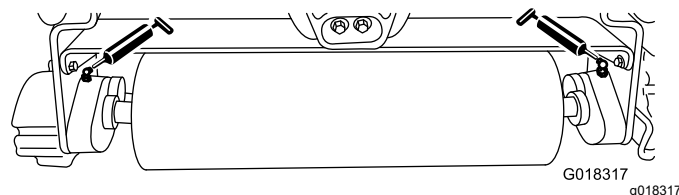

Figura 8
Lubrique los 2 engrasadores (Figura 8) de cada unidad de rodillo triple cada 15 horas de operación con grasa de litio N° 2. Para obtener los mejores resultados, utilice una pistola de engrasar manual.
2. Aplique grasa a los cojinetes del eje del rodillo triple hasta que note presión (Figura 8).